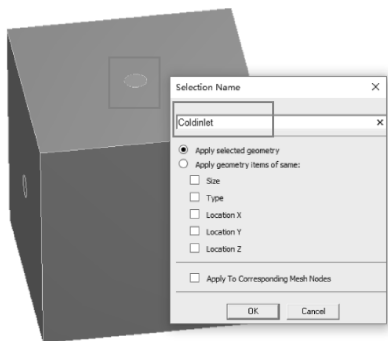

图 12-38 创建 Coldinlet 入口区域
(3) 创建冷气入口边界区域：单击，选择入口区域，鼠标右键单击【Create Named Selection】，从弹出的对话框中命名，如设为入口“Coldinlet”，然后单击【OK】确定，一个边界区域被添加成功，在导航树中出现了一组【Named selections】项，如图 12-38 所示。
(4) 设置出口边界：单击，然后选择流体出口区域，鼠标右键单击【Create Named Selection】，从弹出的对话框中命名，如设为出口“Outlet”，然后单击【OK】确定，一个